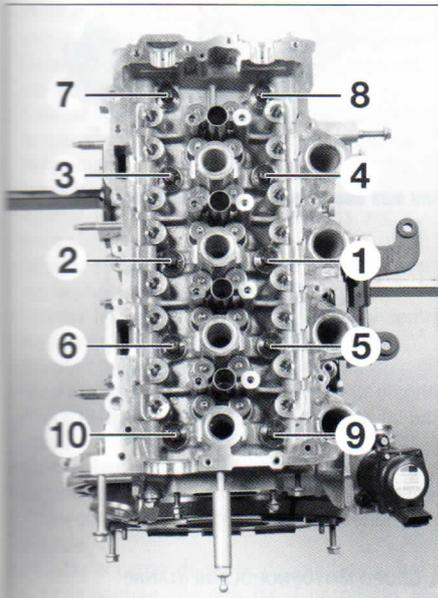

FIG. 43
- Apretar los tornillos de culata respetando el orden y el par de apriete (fig. 43).